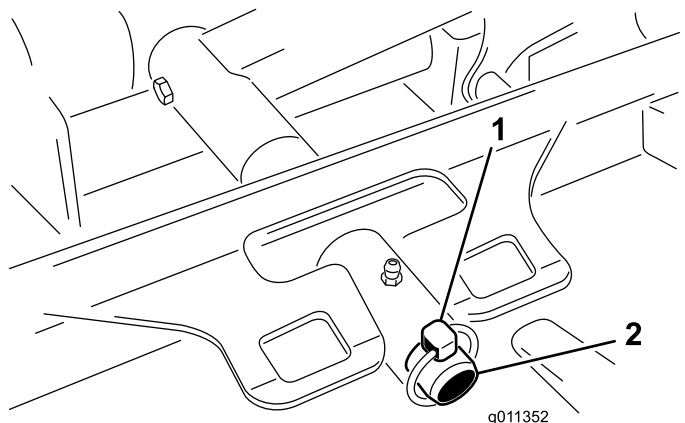

Figure 86
3. Retirez la goupille à anneau (Groundsmaster 4500) ou l'écrou de retenue (Groundsmaster 4700) qui fixe le bâti porteur de l'unité de coupe à l'axe de pivot du bras de levage (Figure 86).
2. Glissez le bâti porteur de l'unité de coupe sur l'axe de pivot de bras de levage (Figure 86). Fixez l'unité de coupe sur l'axe à l'aide de la goupille à anneau (Groundsmaster 4500) ou de l'écrou de retenue (Groundsmaster 4700).